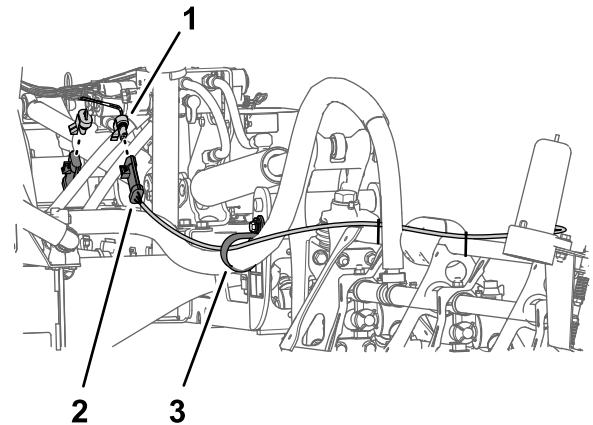

Figura 24
1. Desconecte el conector de 3 pines del arnés de cables del kit de nivelación del Ultra Sonic Boom del conector hembra de 3 vías del arnés de cables de la máquina (Figura 24).